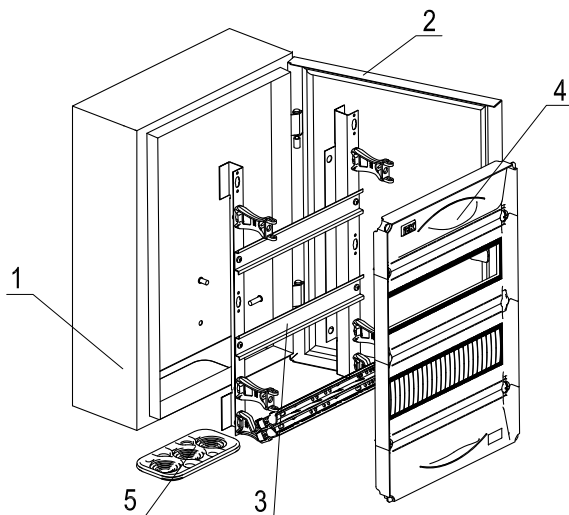

Рисунок 1 – Состав изделия
Корпус металлический ЩРн серии UNIVERSAL конструктивно состоит из оболочки (1) с открывающейся дверью (2), монтажной рамы (3) и оперативной панели (4) (рисунок 1).